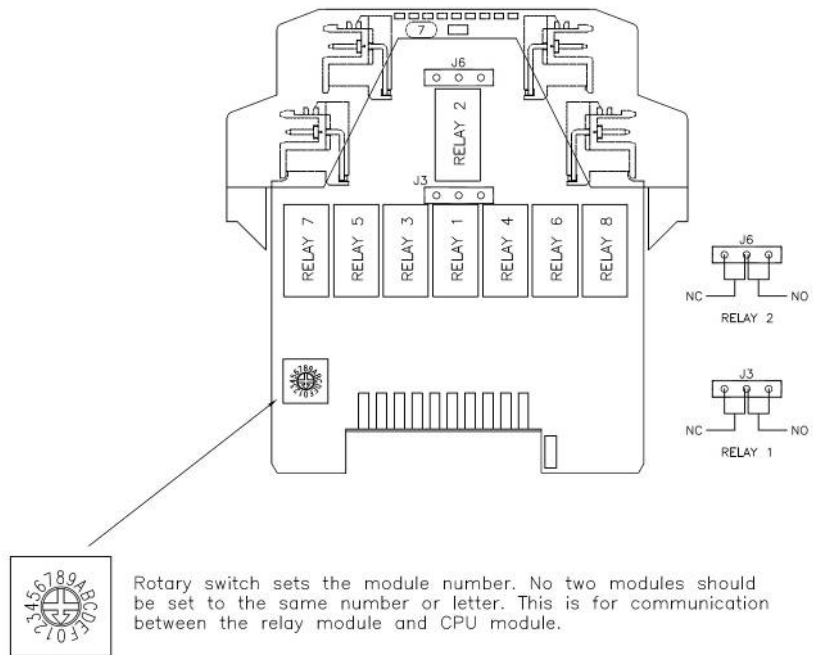

Figura 21. Vista detallada del módulo de relé GEN2
El módulo de relé de Flex M permite el control de la potencia de corriente alta (hasta 8 A) para el equipo conectado a través de ocho salidas de relé. Los ocho relés tienen contactos de entradas individuales y se pueden configurar manualmente dos relés K1 y K2 para contactos normalmente abiertos (NO) o normalmente cerrados (NC). Para configurar K1 y K2, retire la tarjeta según se describe en la Sección 3.9, luego consulte Figura 21 para conocer la configuración adecuada de la conexión puente. El interruptor giratorio que está ubicado en la esquina inferior izquierda de la tarjeta configura el número de módulo de relé.